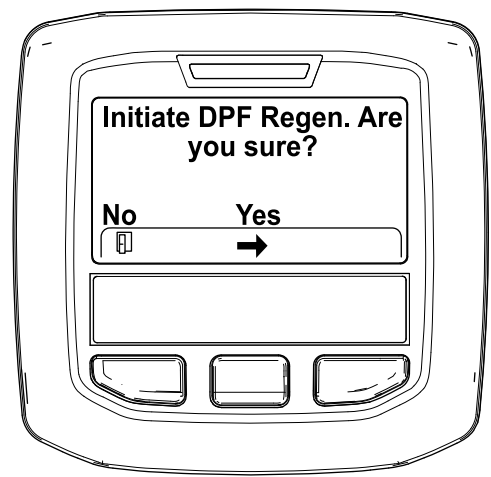

Figura 50
4. Cuando aparezca el mensaje "Initiate DPF Regen. Are you sure?" (Iniciar regeneración de DPF, ¿está seguro), pulse el botón central (Figura 50).